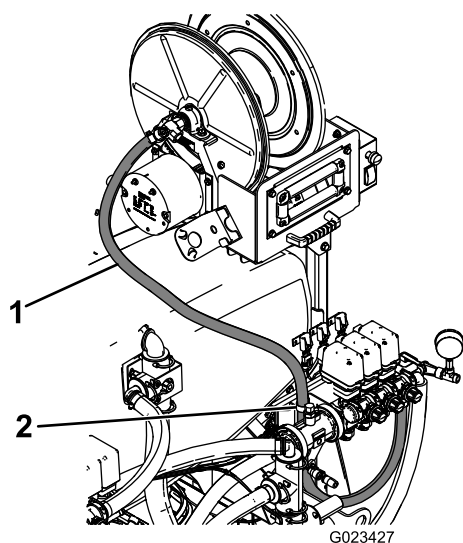

図 11
9. 後スタビライジング・ブラケットに R クランプを取り付ける；既存のボルト・ナットを使用する (図 11)。